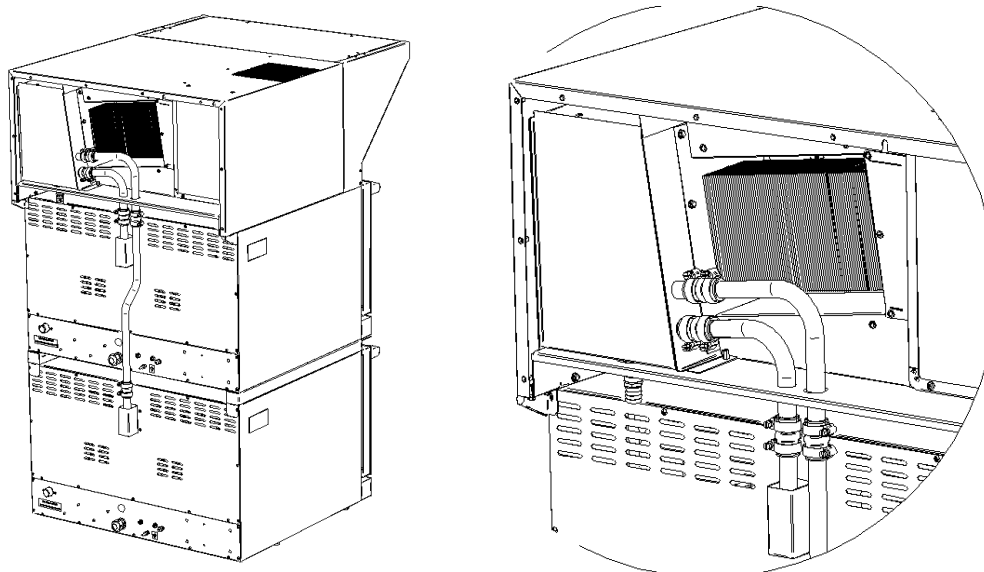

Рисунок 9
10.3. Совместить трубку из комплекта соединителя конвекционных печей КСП-4 (верхний) с верхней трубой пароконденсатора зонта, установив между ними соединитель ЗВВ-4-6/4П.03.00.007 с двумя патрубками ПА6-11ПМ.1626.00.03.003 и стянуть хомутами 20-32 KOVOPOЛ из комплекта (см Рисунок 9);